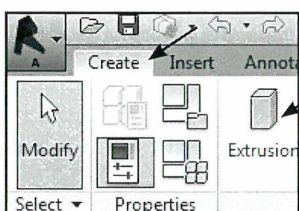

Fig. 05.19. Vælg Create - Extrusion.
- Vælg *Create - Extrusion* (Fig. 05.19).